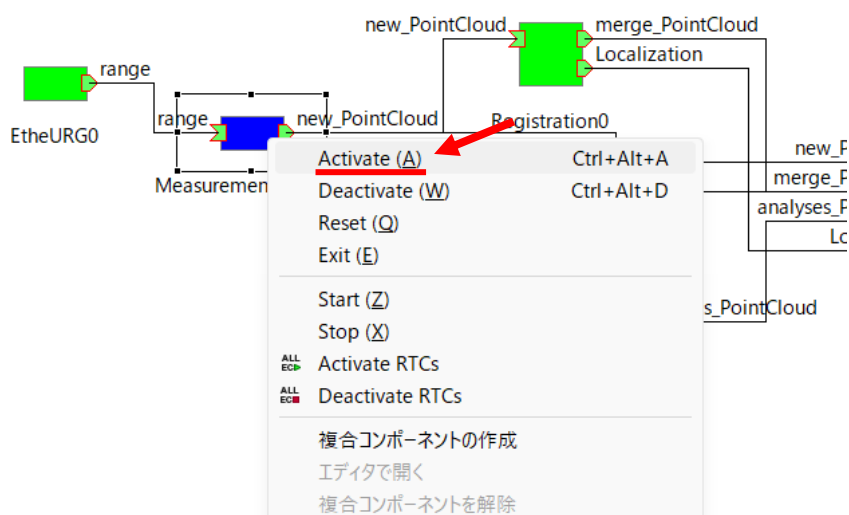

図 41 "MeasurementSystem0"の[Active]
- ③ 図 41 のように MeasurementSystem RTC を再度[Activate]することで LiDAR による 2 回目の計測が開始される。この様に②と③を繰り返すことで何度も計測することができる。また、MeasurementSystem RTC と PointCloud\_Viewer RTC の RTC において[ALL Activate Systems]することで、各処理が新たに実行される。この時、PointCloud\_Viewer RTC の Viewer ウィンドウを閉じている必要がある。Viewer ウィンドウを閉じていないと新しい点群データを PointCloud\_Viewer が受け取れられ